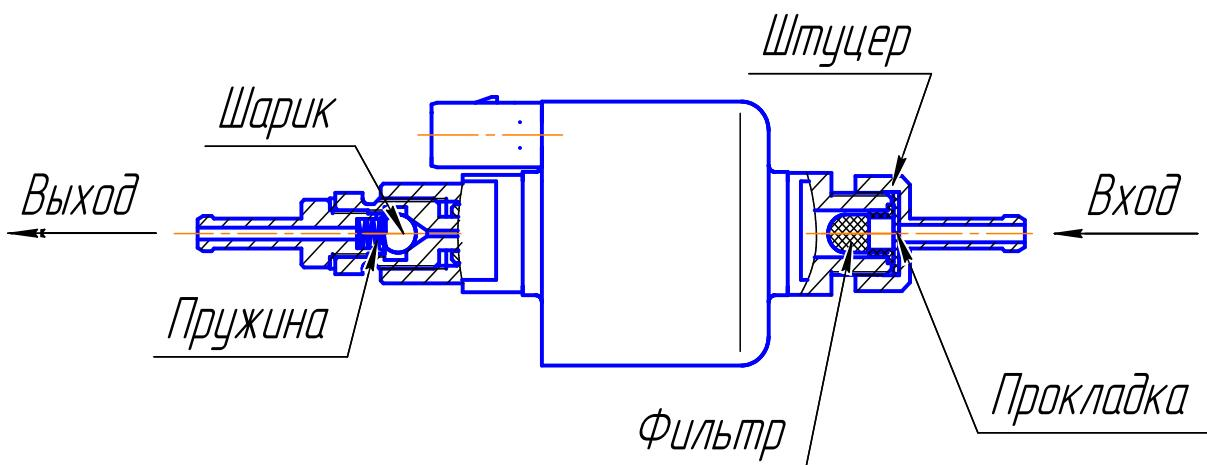

Рис. 20 Топливный насос
6.3.1 Топливный насос (рис. 20) служит для дозированной подачи топлива в камеру сгорания.
- проверить герметичность соединения между корпусом топливного насоса и входным штуцером (см. рис.20). Проверку производить воздухом давлением не более 1кгс/см². Давление подводить со стороны входа и выхода одновременно. Если соединение негерметично необходимо заменить прокладку в штуцере (см. рис 20).